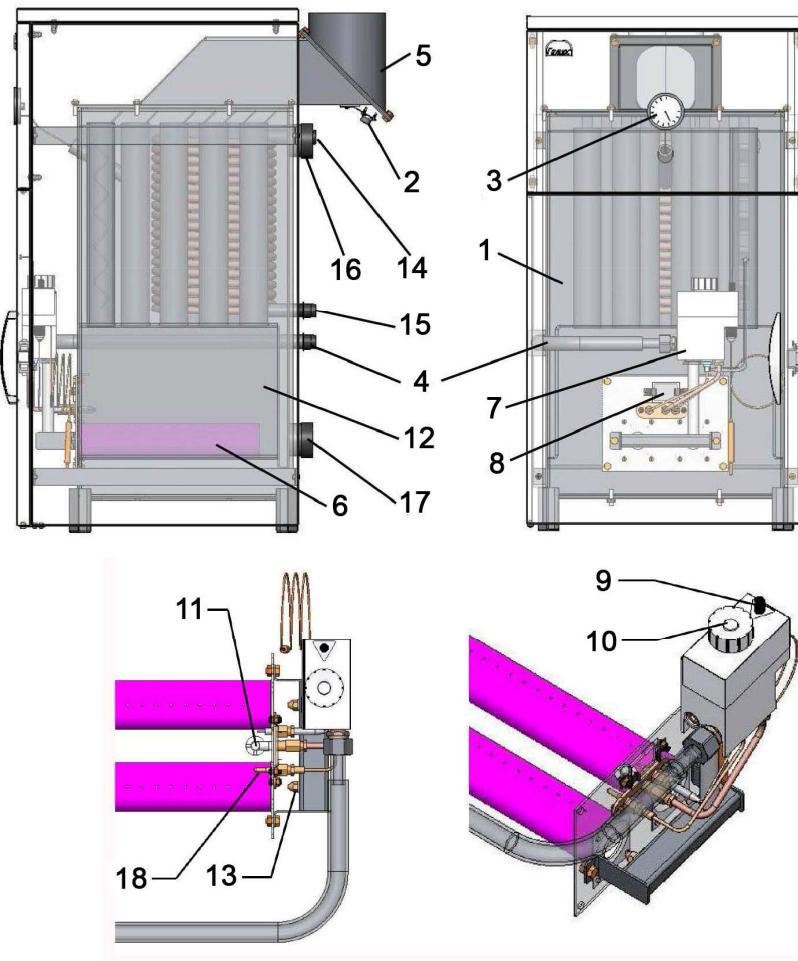

Рис.1
5.2 Апарат складається з наступних складових частин (Рис.1):
7.2 Пуск, управління і зупинка апарату здійснюється за допомогою кнопки п'єзорозпалу (поз.9, рис.1) і ручки-кнопки терморегулятора (поз.10, рис.1), розташованих на автоматиці "630 EUROSIT" (поз.7, рис.1).
Обертання ручки, для займання основного пальника (поз.6, рис.1), можливо тільки після розпалу запального пальника (поз.11, рис.1).
7.3 Для включення апарату необхідно відкрити газовий вентиль на газопроводі. Починаючи з позиції Виключено «*», поверніть ручку-кнопку терморегулятора (поз.10 рис.1) в позицію розпалювання «*».
Саме в позиції розпалювання «*» однією рукою натисніть ручку-кнопку вниз до упору і утримуйте її в цьому положенні, іншою рукою натискайте на кнопку п'єзорозпалу (поз.9, рис.1) до тих пір, поки від іскри не займеться розпалювальний факел на запальному пальнику (поз.11, рис.1).
Поверніть ручку-кнопку на цифру, відповідну бажаній температурі (табл.1), після чого повинен спалахнути основний пальник (поз.6, рис.1).
Для повторного включення апарату, відразу після його включення, необхідно почекати 40 ... 60 секунд для того, щоб термопара (поз.18, рис.1) охолопа до необхідної температури і ЕРС, що виробляється нею, стала недостатньою для утримання клапана автоматики у відкритому положенні (в цей момент буде чути слабке клацання).